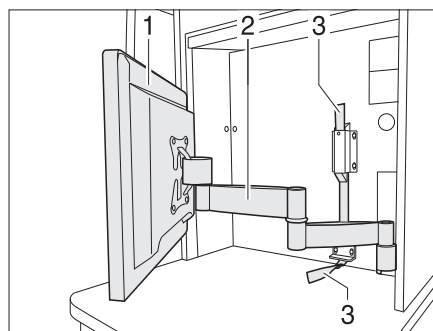

Fig. 92 Ecran plat à bras articulé
- Tirer sur le ruban textile (Fig. 92,3) pour déverrouiller le bras articulé (Fig. 92,2).
- Faire pivoter l'écran plat (Fig. 92,1) dans la position désirée.